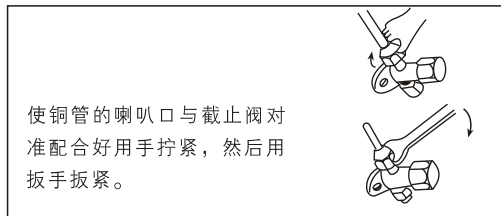

图 24
(3) 在截止阀与管的喇叭口处涂放许润滑油, 然后按图 24 所示拧紧纳嘴。
(4) 按图 24 所示用扳手牢固地将纳嘴扳紧, 扭矩力按表 (5) 规定执行。